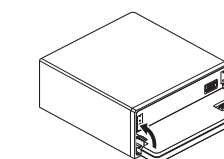

Fig. 13
**3. Mueva los sujetadores en las posiciones verticales. (Fig. 13)**